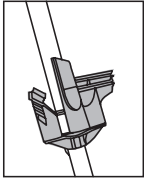
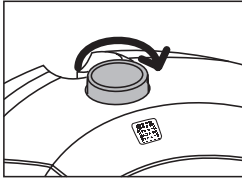

Fig.1
Fig.2
- Compruebe que la bolsa contenedor de polvo (7) y los filtros (9-16) están correctamente colocados. Vea para ello el apartado siguiente (Cambio de la bolsa de polvo, del filtro protector del motor y del filtro de salida de aire).
- Para abrir el compartimiento de la bolsa (6), presione el pulsador de apertura de la bolsa-contenedor de polvo (5) y levante la tapa hacia arriba.
- Acople el tubo flexible (19) introduciendo su extremo en el orificio de la boca de aspiración (17), presionando ésta y girando hacia la derecha e izquierda hasta que oiga un clic.
- Antes de utilizar el aspirador, prepare los accesorios correspondientes a la superficie que vaya a limpiar. Estos se unen a presión con un suave movimiento giratorio. Puede colocar los accesorios directamente al tubo flexible (19), o bien, para acceder a superficies lejanas, coloque el tubo metálico telescópico (4).
- El cepillo de aspiración (21) que incorpora este modelo lo puede utilizar para todo tipo de suelos, moquetas, alfombras. Este cepillo es retráctil dependiendo de la superficie a aspirar. Presionando el pulsador del cepillo (22) se intercambia la posición de limpieza del cepillo. Se aconseja realizar la limpieza de suelos duros, madera y parquet con el cepillo de fibra activado y la limpieza de moquetas, alfombras con el cepillo de fibra escondido. Antes de proceder a la limpieza de cualquier superficie se aconseja observar las instrucciones de limpieza y de cuidado del fabricante del suelo.
- El cepillo parquet (27) (modelos AB2850 y AB2840) es un cepillo especial con cerdas naturales para aspirar suelos duros delicados de madera, como parquet y tarima.
- El cepillo turbo (28) por su sistema de rodillo es apropiado para la limpieza de moquetas, alfombras, muebles tapizados y colchones.
- Otros accesorios son la tobera para superficies tapizadas (24) cuya función es aspirar el polvo de los muebles tapizados, así como de colchones, cojines, cortinas o similares. Cepillo para muebles (25) usado en la limpieza de diversos muebles, perfiles, teclado de ordenador. Boquilla de aspiración plana (22) para la limpieza de ranuras, esquinas y pliegues. Estos accesorios se colocan del mismo modo que el cepillo de aspiración anteriormente explicado (21). Todos estos accesorios se pueden almacenar en el soporte porta-accesorios (3) que se coloca en el tubo metálico telescópico. **Fig.1**
- Ya puede conectar el aparato a la red. Para lo cual debe extraer el cable y poner el aspirador en marcha accionando el pulsador (11) o el pulsador de encendido del control remoto (36) (modelo AB2850).
- Regule la potencia de aspiración girando el selector de potencia (13) manualmente hasta el nivel de potencia deseado. (Modelos AB2845 / AB2840 / AB2830 / AB2800). **Fig. 2**